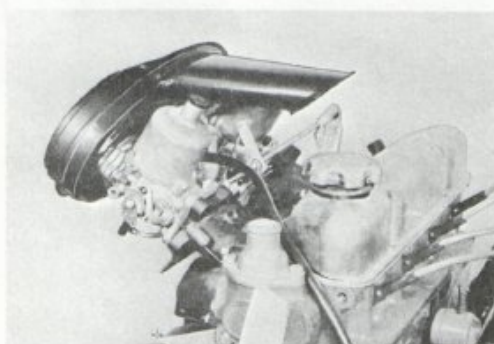

Bild 4. Sommarinställning, B18B
Ta bort original luftfilter. Montera packning 677607 resp 418447 och mellanstycke 349936 med skruvar, resp skruvar, låsbrickor och muttrar (beroende på om alt I eller II enligt ovan) (se bild 4).
- A. Sommartid monteras filtret enligt bild 4.